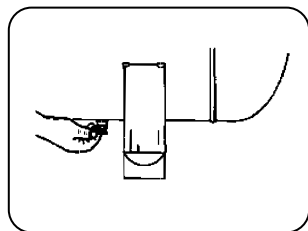

FIGURA 8.1
10. Verifique el funcionamiento de la válvula de seguridad (Figura 8.1) con el producto apagado y el depósito sin presión, para evitar accidentes.